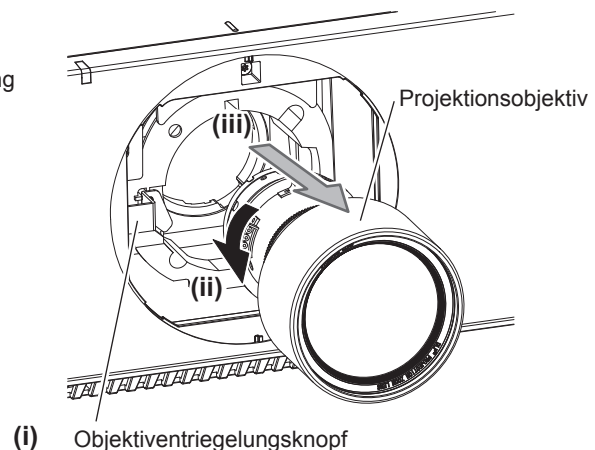

Abb. 2
- 2) Halten Sie den Objektivriegelungsknopf gedrückt und drehen Sie das Projektionsobjektiv gegen den Uhrzeigersinn bis zum Ende und nehmen Sie es ab. (Abb. 2)